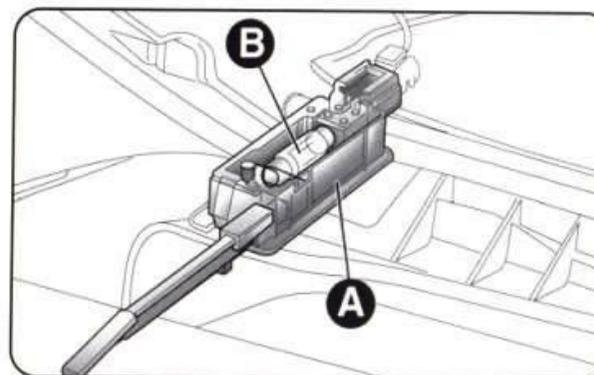

рис. 35
- откройте крышку перчаточного ящика и снимите фонарь А (рис. 35);